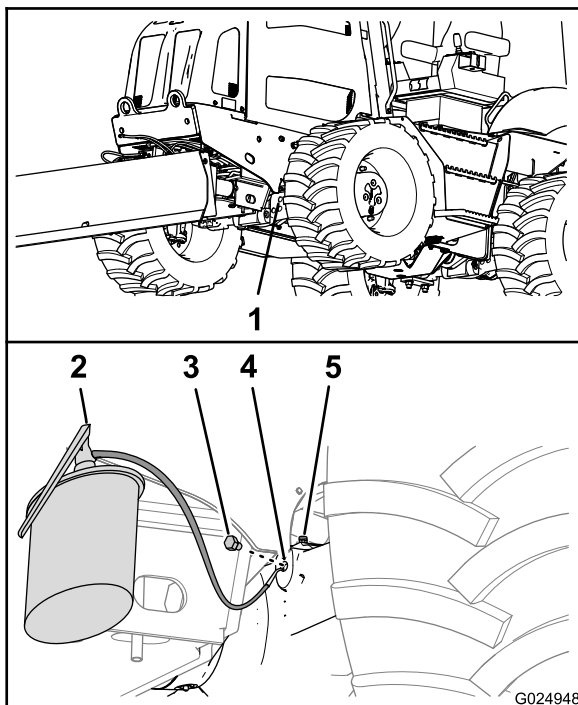
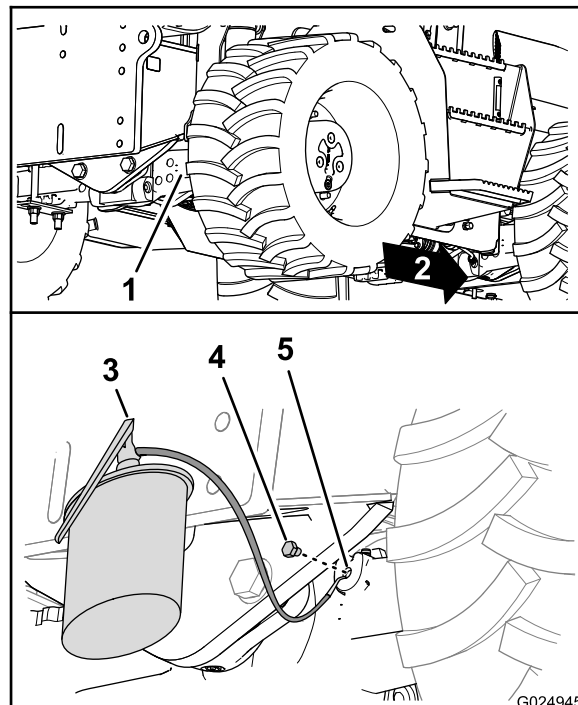

Figure 95
Figure 96
- Revissez les bouchons dans les orifices de vidange des cartes de pignons (Figure 95 et Figure 96).
- Versez l'huile spécifiée dans les ponts par l'orifice de contrôle, jusqu'à ce que le niveau atteigne les filets au bas de l'orifice (Figure 95 et Figure 96).
- Revissez les bouchons dans les orifices de contrôle des carters de pignons des ponts (Figure 95 et Figure 96).